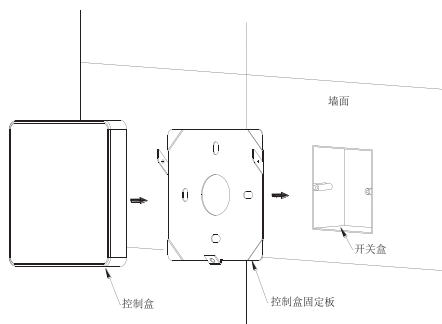

图 4
- ◆ 将控制盒固定板用螺钉安装在墙面预先安装好的开关盒（86 安装盒）上，注意固定板的安装方向，螺钉孔在下方，如图 4 所示。